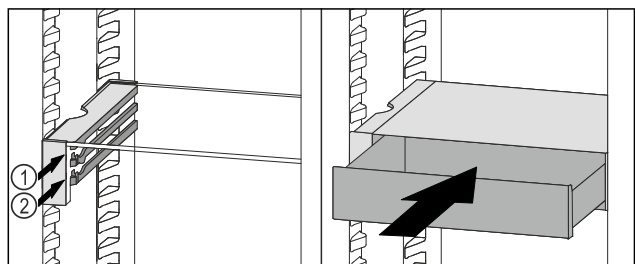

Fig. 162
- Placer le tiroir VarioSafe derrière les butées sur la nervure désirée Fig. 162 (1) ou Fig. 162 (2).